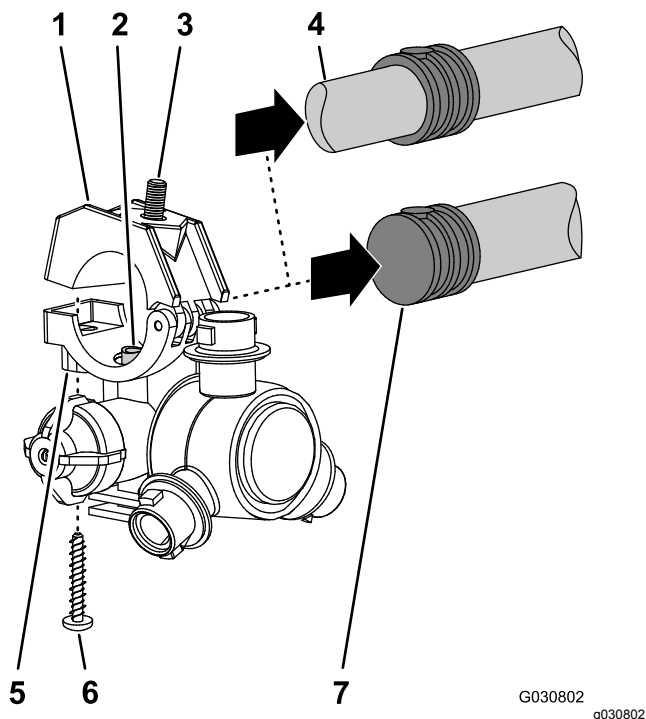

Figure 121
5. Avec les 8 buses de pulvérisation que vous avez retirées à l'opération 1, retirez les vis en acier inoxydable (n° 12 x 1 1/4") qui fixent les demi-colliers supérieurs et les anneaux cannelés simples ou doubles (3/4") sur le corps de chaque buse, et déposez les anneaux cannelés (Figure 121).